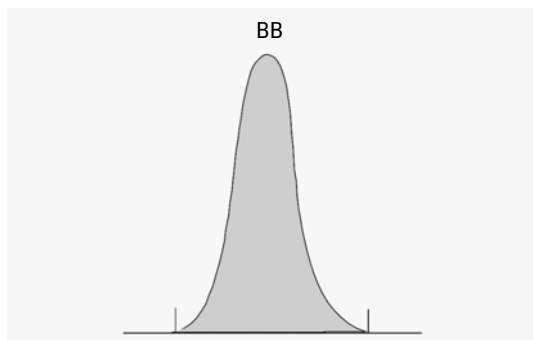

Figura 10 A medição da área para picos de linha de base para linha de base
- para os picos de linha de base para linha de base (BB), a área acima da linha de base entre o início e o fim do pico e, como na Figura 10 na página 34;